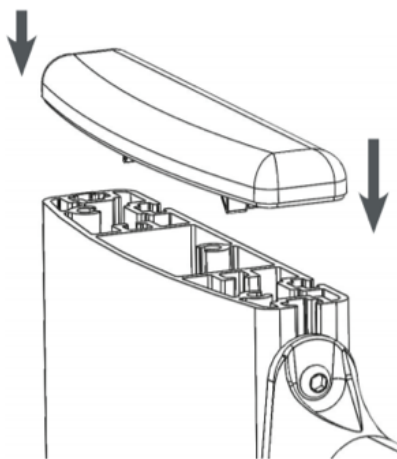

Figura 7 – Plasarea capacului de extrudare
2. Introduceți capacele din partea superioară a șinelor de extrudare, apăsând pe ele. Consultați Figura 7 mai jos.